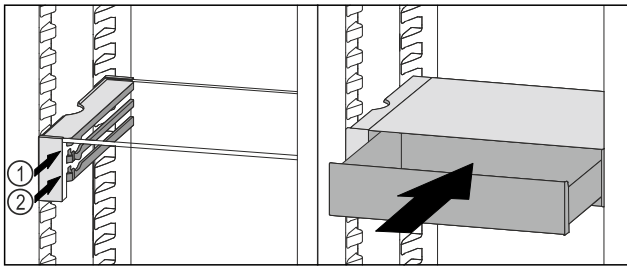

Fig. 91
- VarioSafe-Schubfach hinter den Stopperrn auf gewünschter Rippe Fig. 91 (1) oder Fig. 91 (2) aufsetzen.